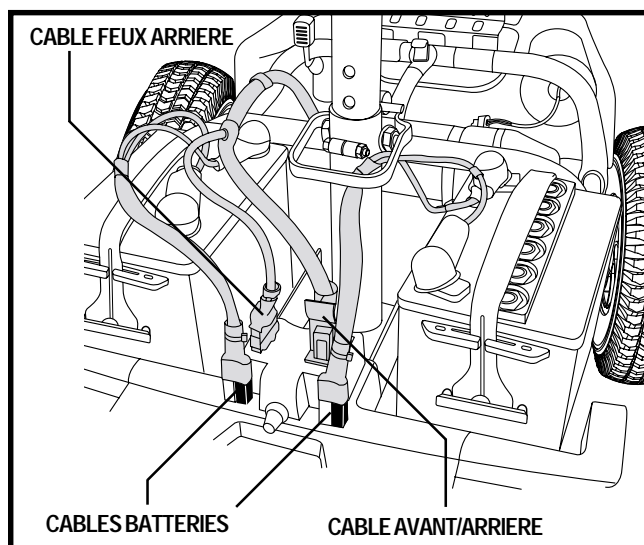

Figure 22. Connexions des câbles
6. Débranchez les deux câbles de batteries. Tirez droit vers le haut. Voir la figure 22.
4. Séparez les deux sections. Voir la figure 22.
6. Branchez les câbles des feux, batteries et avant/arrière. Voir la figure 22.